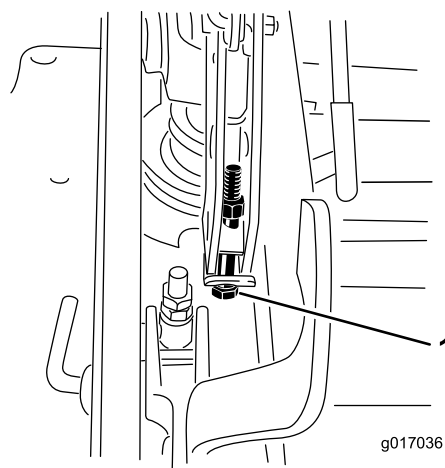

Figura 92
13. Si la carcasa está demasiado baja, apriete el perno del ajuste de un solo punto girándolo en el sentido de las agujas del reloj. Si la carcasa está demasiado alta, afloje el perno del ajuste de un solo punto girándolo en el sentido contrario a las agujas del reloj (Figura 92).